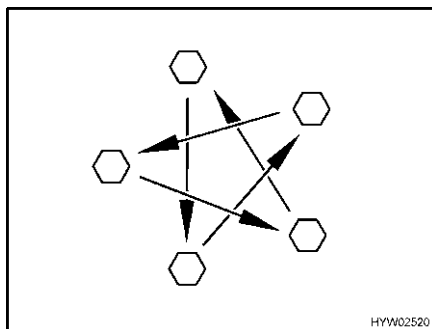

Fig. 74 Serrare a croce i dadi o i bulloni delle ruote
- Controllare regolarmente il serraggio dei dadi o dei bulloni. Regolare a croce (Fig. 74) il serraggio dei dadi o dei bulloni di una ruota sostituita dopo circa 50 km.